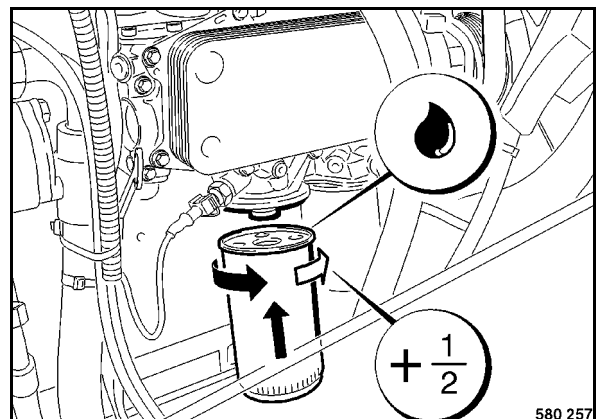

Fig. 139
- Enroscar el nuevo cartucho filtrante (Fig. 139) con la mano hasta la junta haya entrado en contacto.